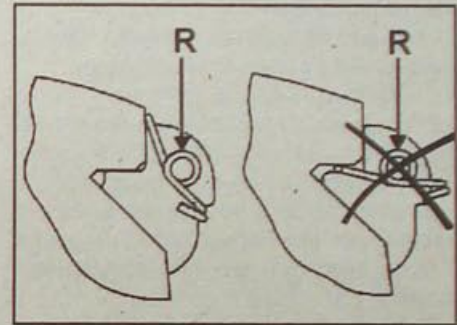

Рис. 12.16. Положение установки прижимной пружины (R)
- Правильно установите направляющие пружины (R, рис. 12.16).